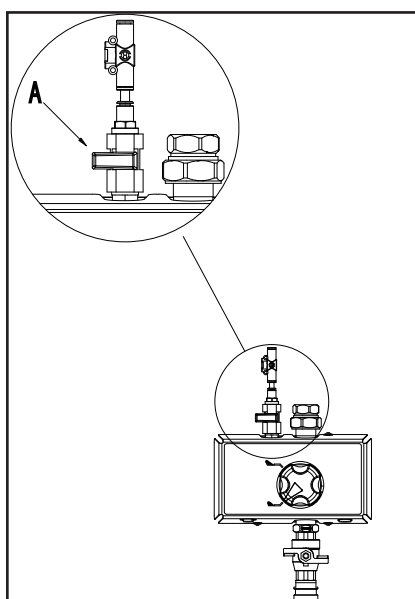

Fig. 7 110002092
1. Sicherstellen, dass der Wasser- und Lufteingang offen ist. Betr. Luft siehe A, Fig.7)
2. Die Luftzufuhr stoppen (siehe A, Fig.7). Bei zentraler Chemieversorgung muss dies immer aktiviert sein.